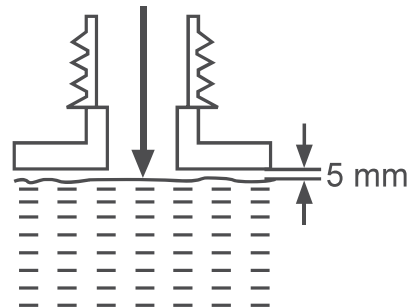

Fig. 15
12. Introduzca la mezcla adecuada de combustible/aceite en el depósito utilizando un embudo de combustible con filtro para evitar la entrada de suciedad en el depósito. No lo llene en exceso. Deje como mínimo 5 mm de espacio entre la parte superior del combustible y el borde interior del depósito para permitir que se expanda (Fig. 15).